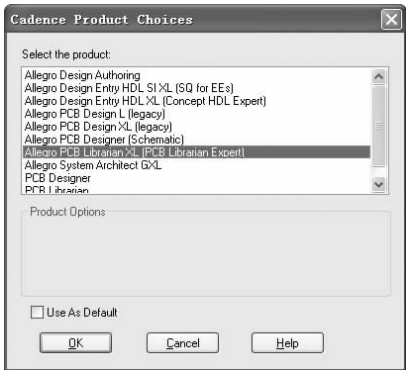

图 2-41 “Cadence Product Choices”对话框
- 1. 执行“开始”→“程序”→“Cadence SPB 16.6”→“Library Explorer”命令，弹出“Cadence Product Choices”对话框，如图 2-41 所示。